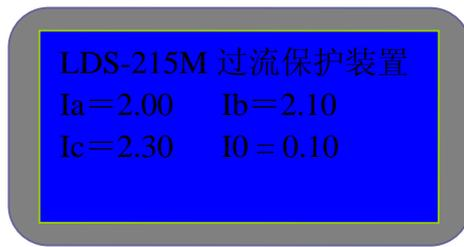

图 6-1
1. 显示三相电流（ $I_a$ 、 $I_b$ 、 $I_c$ ）及零序电流  $I_0$ ，显示值均为经过 CT 后二次电流。如图 6-1 所示，